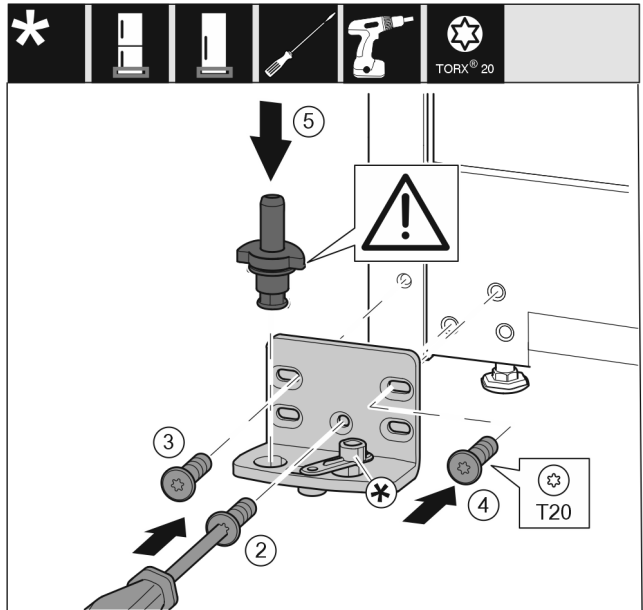

Fig. 36
- Aseta laakeripukki toiselle puolelle ja ruuvaa se kiinni T20-ruuvimeisselillä. Aloita ruuvilla 2 alhaalta keskeltä. Fig. 36 (2)
- Kiristä ruuvit 3 ja 4. Fig. 36 (3,4)
- Aseta laakeripultti kokonaan paikoilleen. Varmista, että lukitusnokka osoittaa taaksepäin. Fig. 36 (5)
- Aseta laakeripukki toiselle puolelle ja ruuvaa se kiinni T20-ruuvimeisselillä. Aloita ruuvilla 2 alhaalta keskeltä. (2)*
- Käännä sulkeutumisvaimentimen kiinnikettä 180°. Ruuvaa se kiinni laakeripukin toiselle puolelle T20-ruuvimeisselillä. (5)*
- Aseta laakeripultti kokonaan paikoilleen. Varmista, että lukitusnokka osoittaa taaksepäin. (6)*